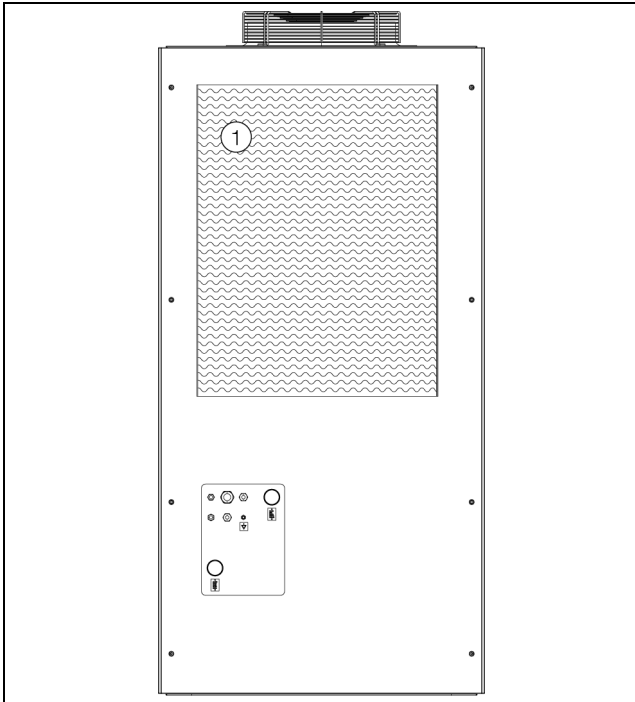

Fig. 46: Alette del condensatore
- Le alette del condensatore si trovano sul lato posteriore del chiller (fig. 46, pos. 1). Per accedervi occorre innanzitutto rimuovere la griglia di protezione come descritto nella sezione 5.8 «Installazione dei filtri (accessori)» o rimuovere il filtro opzionale installato (accessorio).